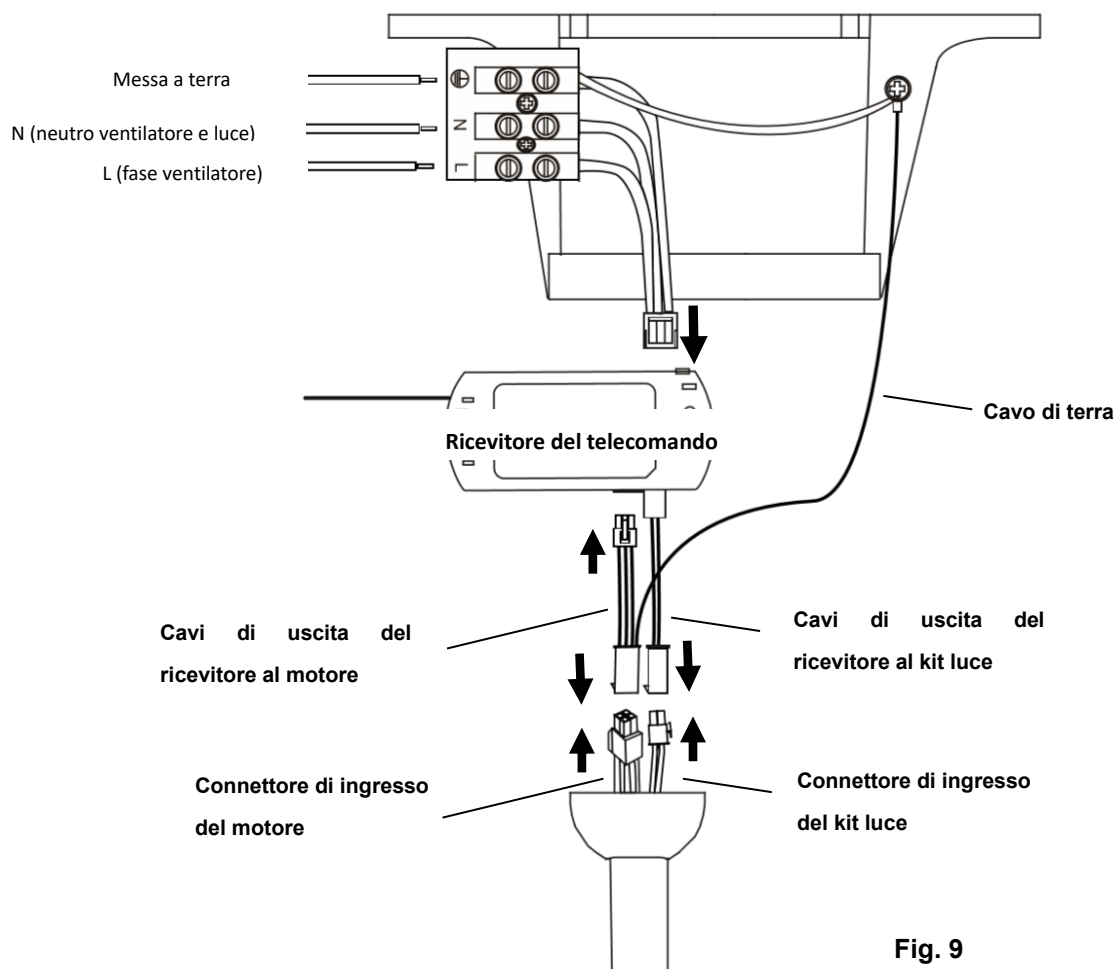

Fig. 9
**PREPARAZIONE E INSTALLAZIONE DEI CAVI ELETTRICI - SCHEMA DI DIAGRAMMA (FIG. 9)**
**Dall'impianto elettrico alla morsettiera sulla staffa di supporto (Fig. 9)**
**Dalla staffa di supporto al ricevitore e al motore (Fig. 9)**
5. Collegare i cavi di uscita dal driver motore/ricevitore (dalla staffa di supporto con cavo di terra) all'uscita del driver motore/ricevitore (**Fig. 9**). Collegare i cavi di uscita del driver motore/ricevitore con cavo di terra (dalla staffa di supporto con cavo di terra) all'ingresso del motore del ventilatore (**Fig. 9**).